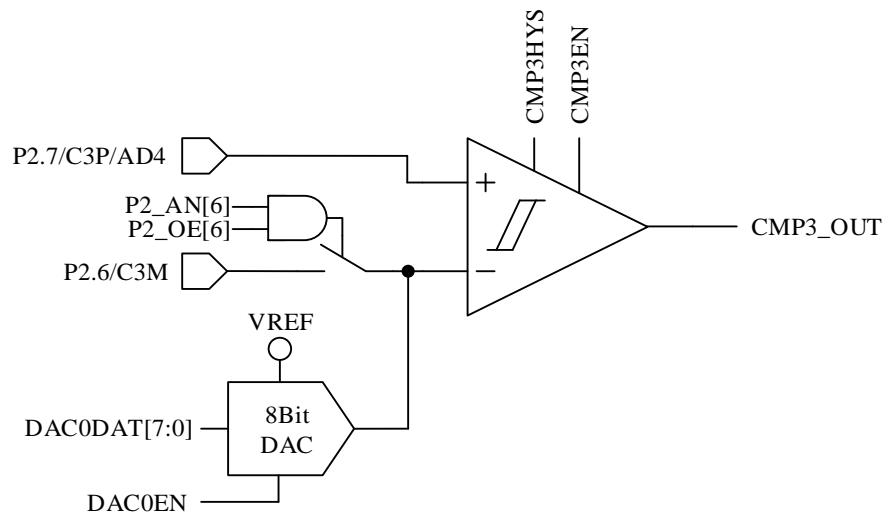

图 28-2 单比较器输入模式
- a) 配置 CMP_CR1[CMP3MOD]=00，CMP3 为单比较器输入模式，具体输入输出端口及接法如图 28-2 所示